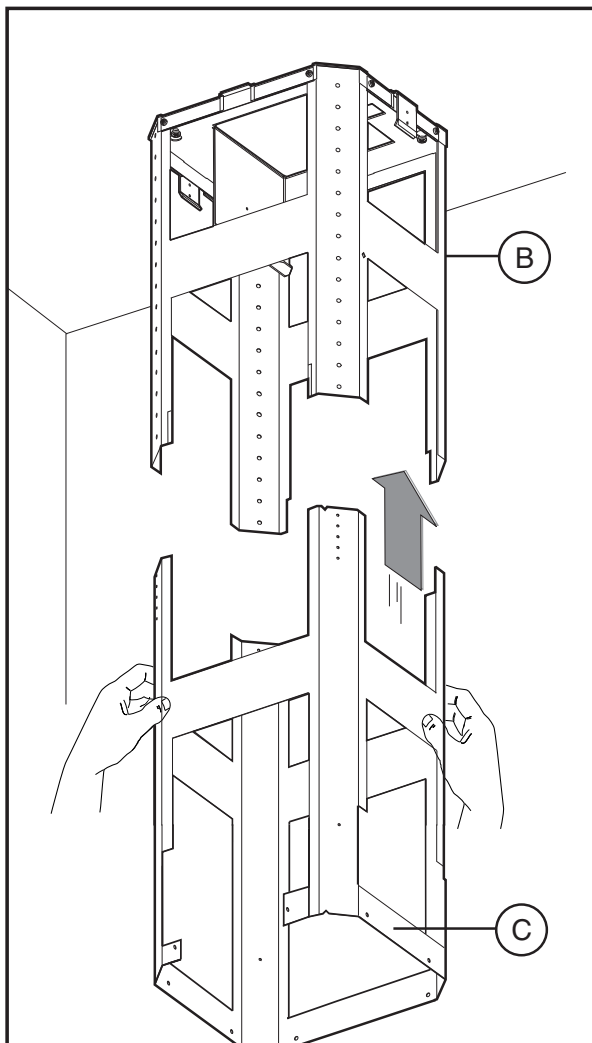

Fig.4
- Tome la parte inferior de la estructura telescópica **C** e introdúzcala a la superior **B** (**Fig.4**).